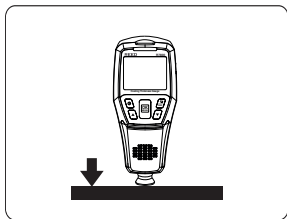

Figure 1
1. Lorsque la figure 1 apparaît à l'écran, placez l'instrument verticalement sur le substrat sans revêtement.